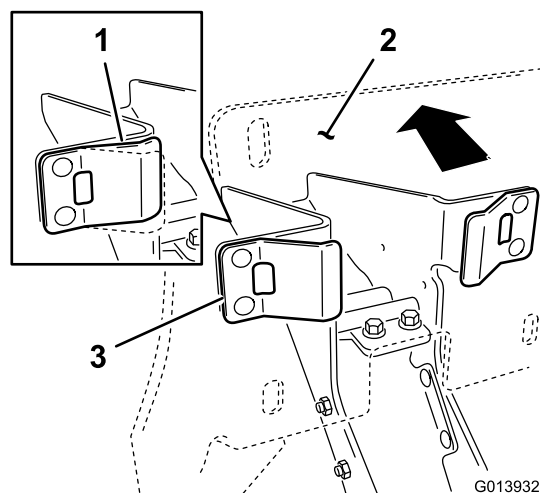

図 8
1. プラスチック製のストップがスプリングのタブに接触していることを確認し、クレードルのバックプレート・アセンブリに力をかけて、スプリング・タブを途中まで縮める 図 8